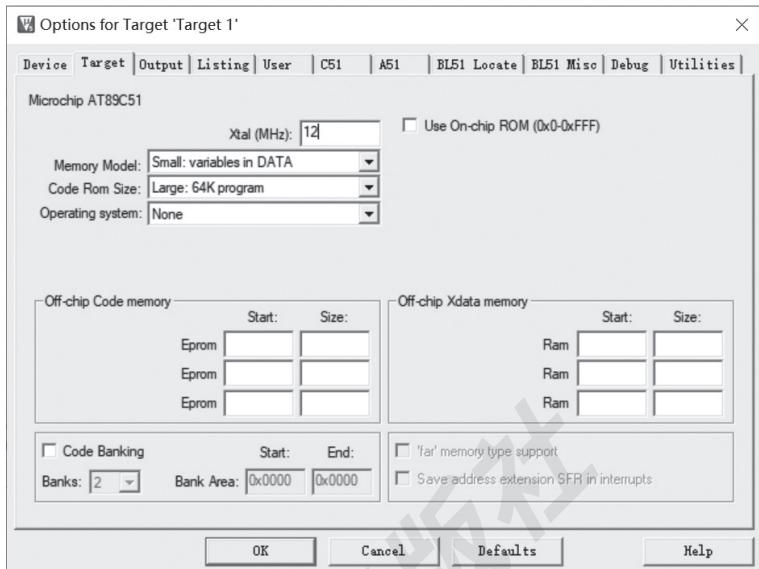

图 1-1-15 Options for Target 'Target 1' 对话框
(4) 第四步：设置软件参数。单击“”按钮，设置此芯片的选项，屏幕上出现如图 1-1-15 所示的对话框。在这个对话框里要设置此芯片的工作频率与所需要输出的文件。首先在 Target 选项卡的“Xtal (MHz)”字段输入“12”，表示设置工作频率为 12 MHz。